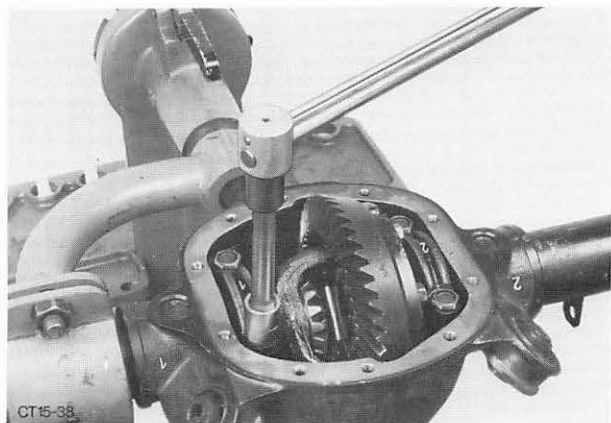

Abb. 94 Lagerdeckel Zahl zu Zahl aufsetzen und Schrauben mit vorgeschriebenem Drehmoment festziehen
46. Ausgleichgetriebe in das Hinterachsgehäuse drücken. Tellerrad über das Antriebskegelrad einmal voll durchdrehen. Lagerdeckel aufsetzen (Zahl zu Zahl), Schrauben eindrehen und mit vorgeschriebenem Drehmoment festziehen, anschließend Schrauben wieder lösen. Tellerrad jetzt nochmals voll durchdrehen. Schrauben mit Dichtmasse einsetzen und mit vorgeschriebenem Drehmoment festziehen. Abb. 94.